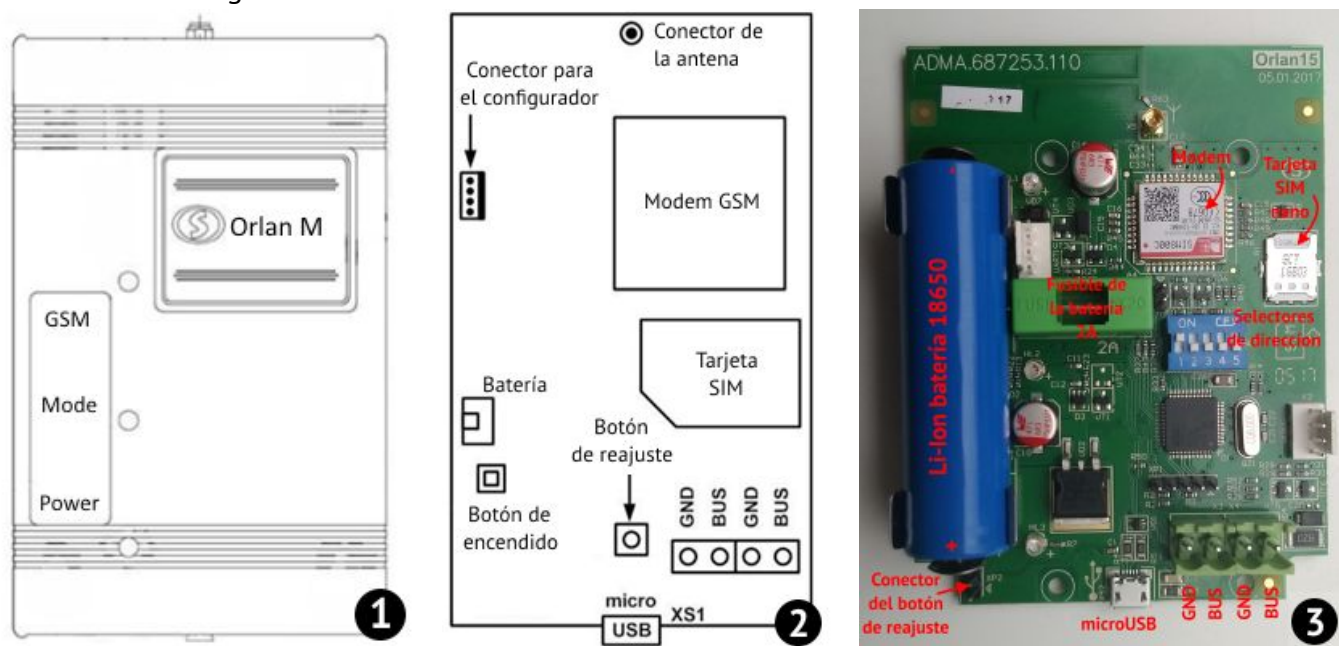
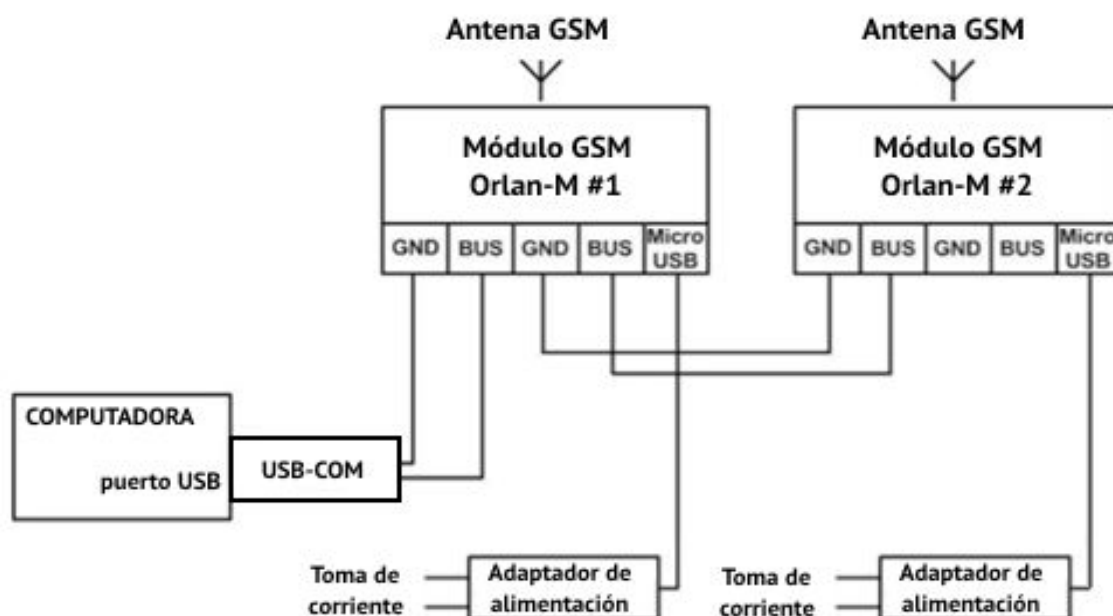

Figura 4. Módulo “Orlan-M” (1) y sus PCB “Orlan-M11” (2) o “Orlan-M15” (3)
Figura 5. Diagrama de conexión del módulo "Orlan-M"
La parte de recepción de la ECM “Orlan” se compone de dos módulos separados “Orlan-M” con módem GSM, como se muestra en la Figura 4. Módulo “Orlan-M” tiene el “Orlan-M11” o “Orlan-M15” PCB con un conector de alimentación, conectores para las conexiones entre módulos y el interfaz Panel de Control (a través del adaptador especial del cable USB), el conector de la antena remota y el conector de configuración, se muestra en la Figura 4. Los diagramas de conexión del módulo se muestran en la Figura 5.
(ver. Figura 4, “Orlan-M11” PCB). El módulo debe estar en la posición abierta;
8. Esperar hasta que el **LED rojo** se enciende de forma continua. Si esto no ocurre dentro de los 10 segundos, mantenga pulsado el botón **Reset** (véase la Figura 4) durante 2 segundos;
Para configurar el módulo “Orlan-M” basado en PCB “Orlan-M15”, se utiliza el selector de dirección del hardware. La dirección requerida del dispositivo en el bus se debe establecer en código binario de acuerdo a la Tabla 1, mientras que la alimentación del módulo está apagado (véase la Figura 4, “Orlan-M15” PCB).
- Aplique la alimentación a los módulos pulsando el botón de encendido (ver Figura 4);
La placa del módulo "Orlan-M" tiene tres LED: rojo, verde y azul (ver Figura 4).